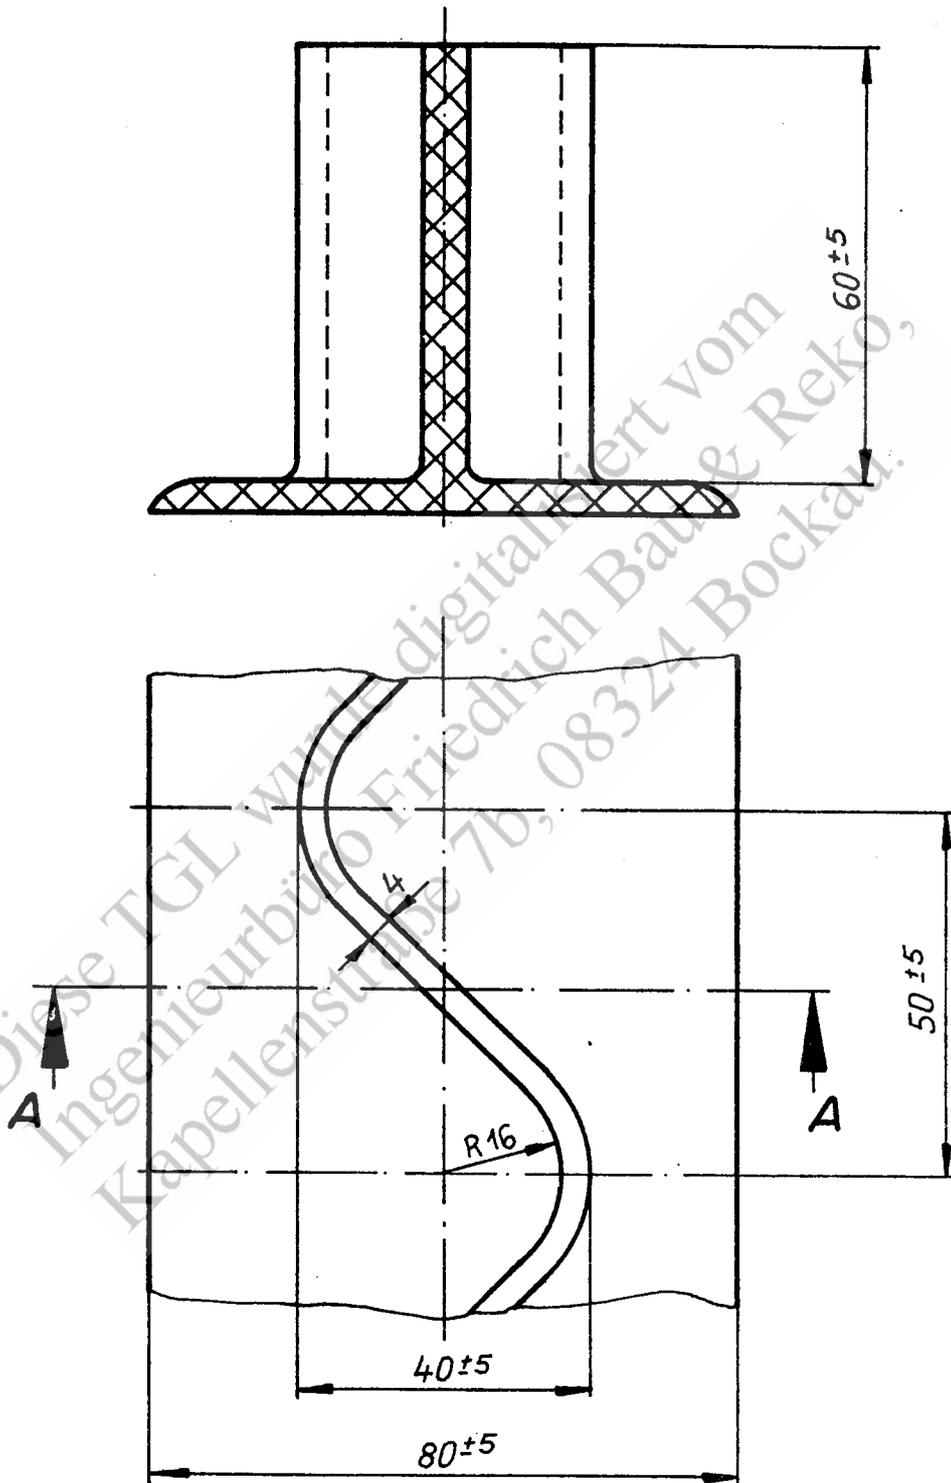

Bild 1
4.1.2. Abmessungen der Gummiwellenkanten nach Bild 1